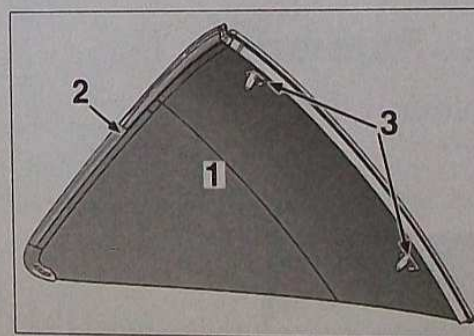

FIG. 81
Si le joint (2), les pions d'indexages avant (3) ou la sérigraphie de la vitre sont endommagés lors de la dépose, remplacer la vitre (1) (Fig.81).